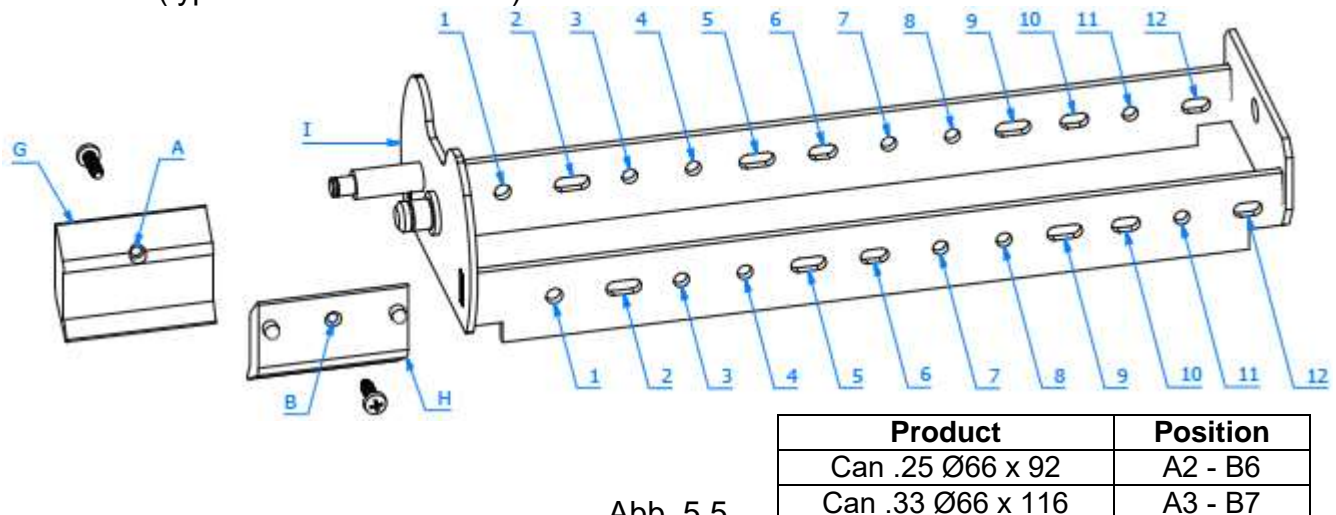

Abb. 5.5
8. Automat wieder einschalten und wie beschrieben den Verkaufsmotor 1 bis 2 x anlaufen lassen, bis die Kurbelstange (C) den oberen toten Punkt erreicht hat. Dann hat der Produktkorb eine 180° Drehung zurückgelegt und es kann jetzt auch auf der gegenüberliegenden Schiene des Produktkorbs gearbeitet werden, da diese von der Unterseite der Ausgabemechanik zugänglich ist.
10. Dosenblock (H) aus- bzw. einbauen je nach gewünschter Umrüstung (Abb. 5.5).